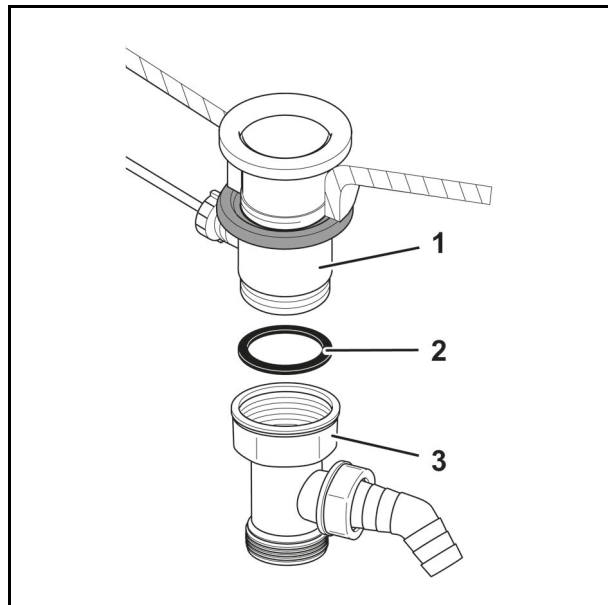

Abb. 10
1. Demontieren Sie die Ablaufleitung vom Siphon (Abb. 10/1).
2. Positionieren Sie die Dichtung (Abb. 10/2) im Siphon-Adapter (Abb. 10/3).
3. Befestigen Sie den Siphon-Adapter (Abb. 10/3) am Siphon (Abb. 10/1).
4. Montieren Sie die Ablaufleitung am Siphon-Adapter (Abb. 10/3).